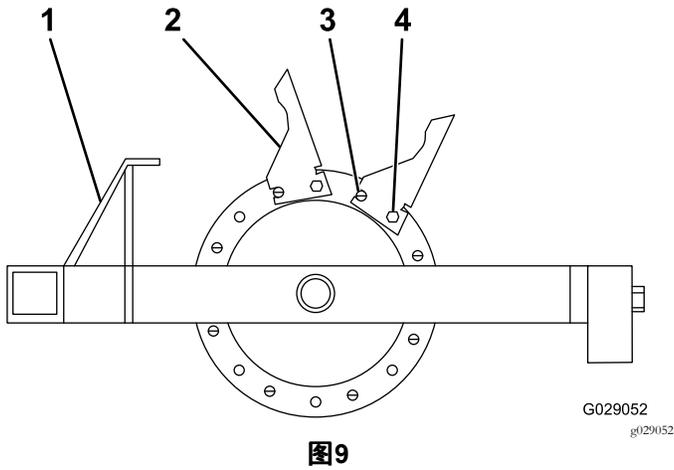

图9
1. 如图9所示从外侧铸件开始安装打孔针。
2. 将所有 8 个打孔针都安装到铸件上使用滚销和螺栓 1/2 英寸 x 1-3/4 英寸并确保滚销在前的位置图9。